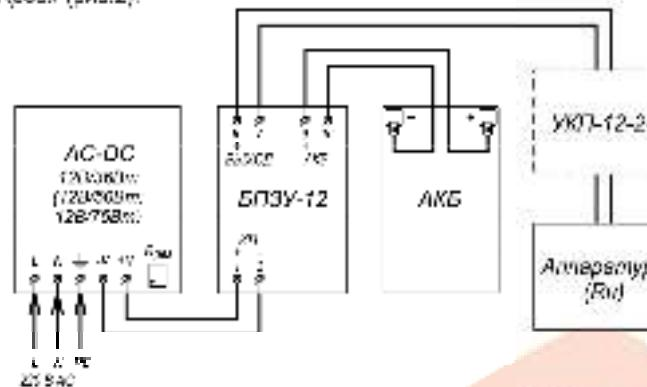
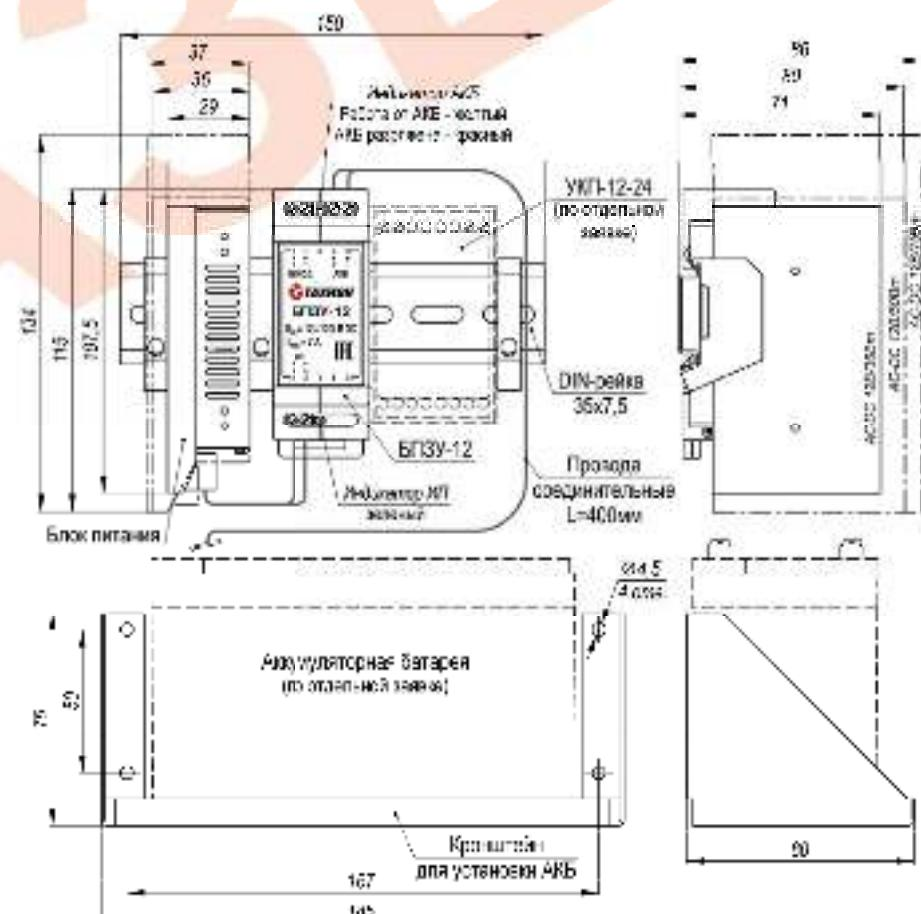

Рис.2 Схема электрическая принципиальная
Рис.1 Устройство, габаритные и установочные размеры
Подключение изделий производится в соответствии со схемой электрической принципиальной (рис.2). Для подключения необходимо:
- Подать трехпроводным кабелем напряжение питания 220В АС на соответствующие контакты блока питания, при этом фазный провод (L) соединить с контактом L, нулевой провод (N) с контактом N, а провод заземления соединить с контактом $\frac{1}{\Delta}$.
- При необходимости отрегулировать значение выходного напряжения при помощи потенциометра «Ровес» (рис.2).
12. Габаритные размеры	см. рис.1
Устройство изделия приведено на рис.1, схема подключения на рис.2.